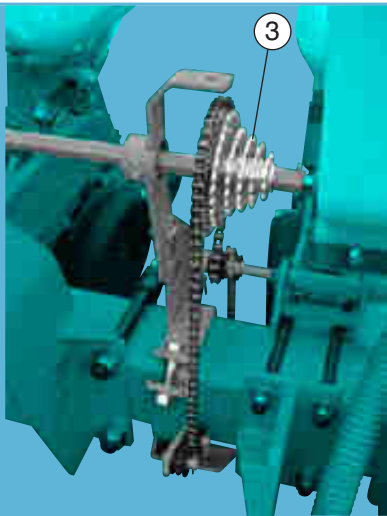

Fig. 69
**L'entraînement se monte normalement au centre de la machine au plus près de la boîte de distances (fig. 69).**
As shown on the opposite page, for exact placement see also pages 10 + 11 for each planter version. **The drive is normally mounted in the center of the machine as close as possible to the left side of the gearbox (fig. 69).**
**La caja de mando de transmisión se monta habitualmente en el centro de la máquina lo más cerca de la caja de distancias de la sembradora (fig. 69).**
Come indicato sulle figure a lato, nelle ubicazioni precisate a pagina 10 e 11 per ogni tipo di seminatrice. **La trasmissione si monta normalmente al centro della macchina, il più vicino possibile al cambio delle distanze (fig. 69).**